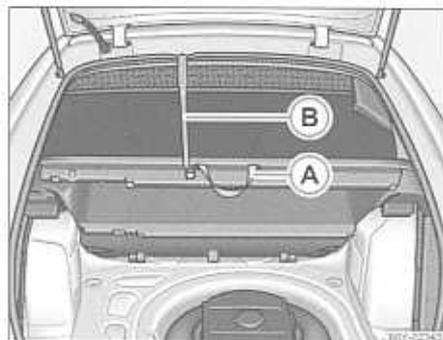

Fig. 173 Sujetar el suelo del compartimento de carga con ganchos de plástico
- Levantar el suelo del compartimento de carga por el asidero ① y, con el gancho de plástico ② (se encuentra debajo del suelo del compartimento de carga), sujetarlo al marco del portón trasero → fig. 173. ■